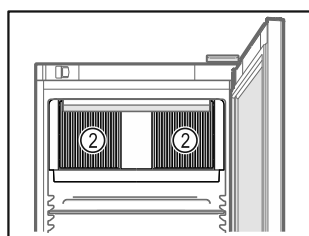

Fig. 62
- ❑ Lüftungsschlitze Fig. 62 (2) des Umluftgebläses im Innenraum freihalten.